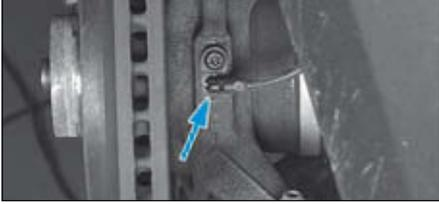

FIG.28
- la vis du capteur de vitesse de roue (Fig.28),